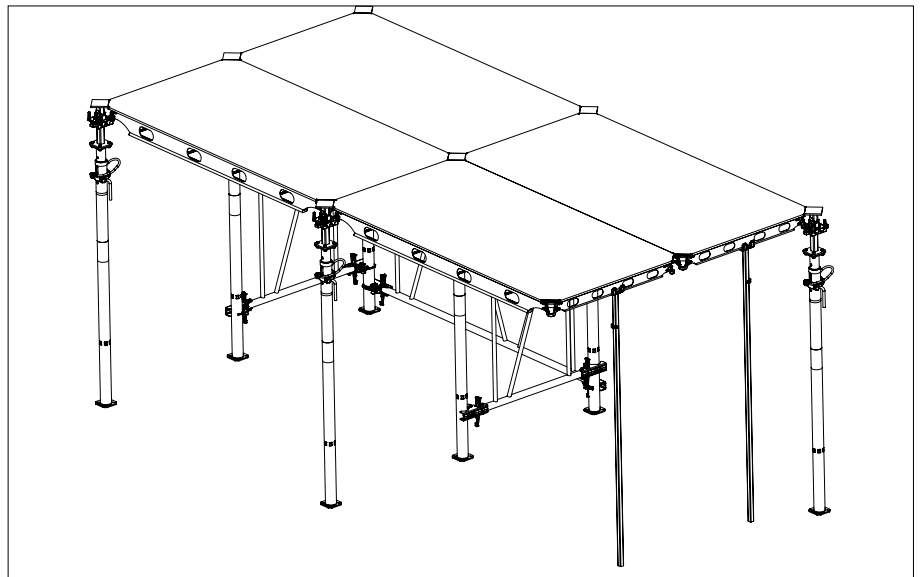

Fig. A5.12
5. Ahora, ambas horquillas auxiliares de encofrado actúan como soporte temporal hasta que el siguiente puntal se fije a la esquina de panel. (Fig. A5.12)